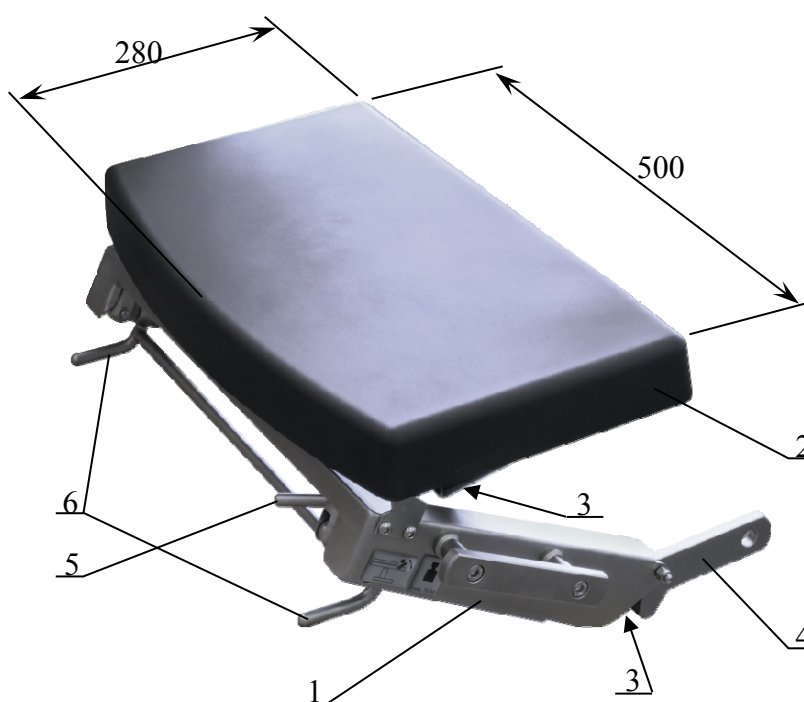

**Рисунок 1. Комплект КПП-21 для позиционирования головы с двумя наклонами и приводом.**
Основой комплекта является рама с приводом подъема и наклоном 1 (рисунок 1), на которой крепится съемная подушка 2. На раме закреплены поворотные монтажные консоли 4, служащие для установки комплекта в гнездах центрального блока секций стола. В раме
9.3 Монтажные консоли 4 комплекта (рисунок 1) устанавливаются в прямоугольные гнезда центрального блока секций панели стола.